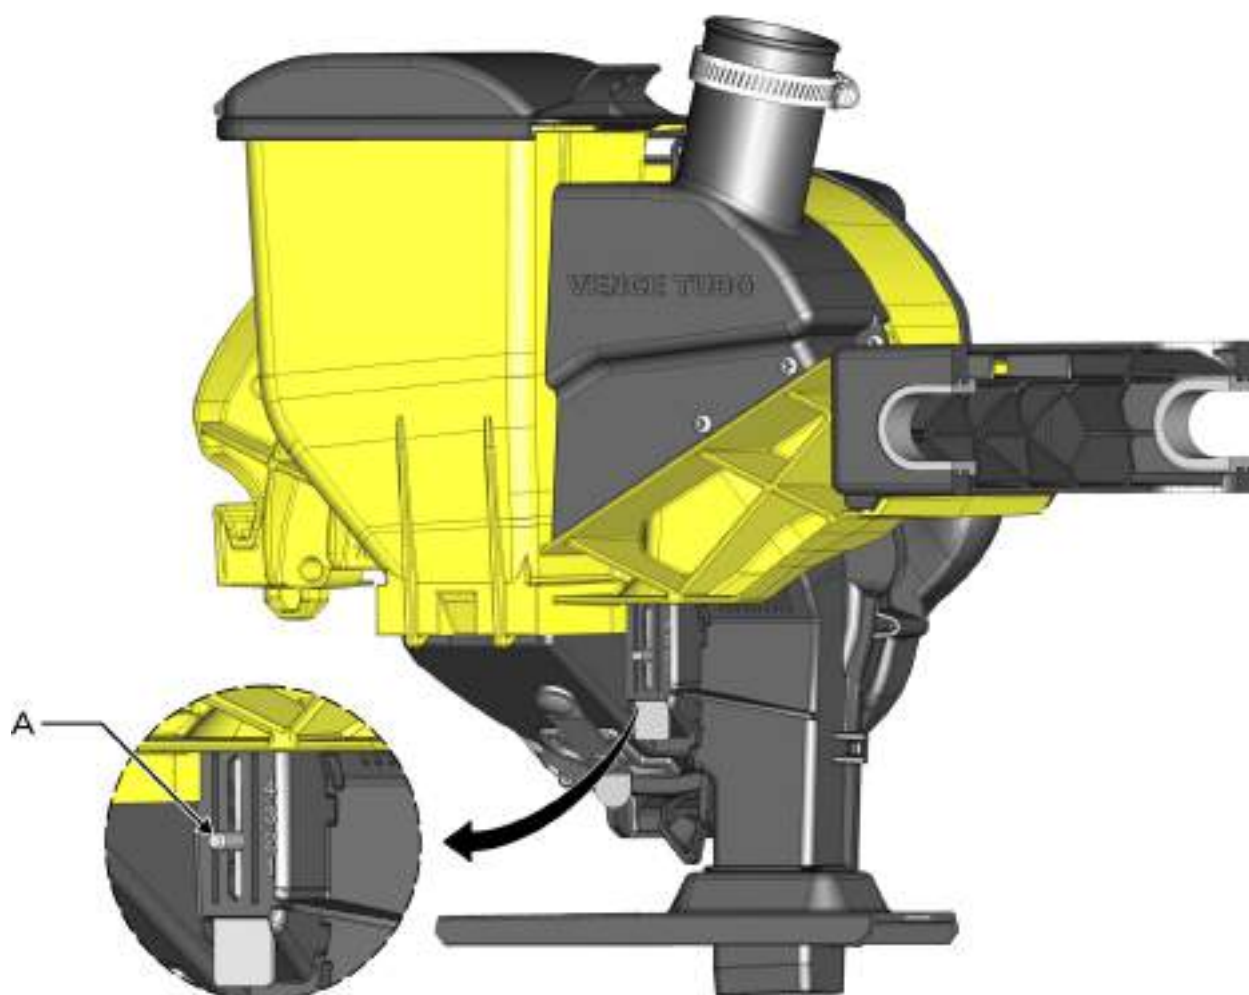

fig. 79
O defletor se encontra na parte inferior do dosador e tem como função regular a quantidade de sementes que entra no dosador. Dependendo da cultura ou do tamanho da semente, o defletor deve ser ajustado. Para ajustá-lo, utilize o pino de ajuste do defletor (A) (fig. 79).